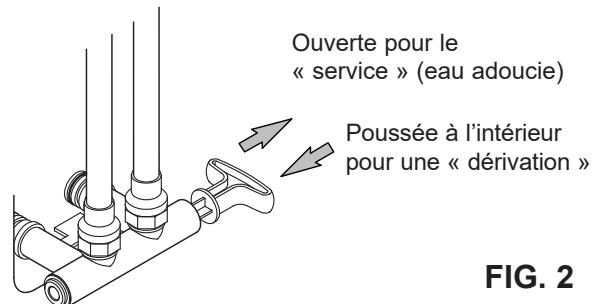

FIG. 2
1. Assurez-vous que la soupape de dérivation simple ou (la dérivation à 3 valves) soit à la position de dérivation, la manette poussée vers l'intérieur (voir la figure 2).
4. Lentement, déplacez la ou les robinets de dérivation à la position d'utilisation normale, en s'arrêtant plusieurs fois de façon à permettre à l'unité de se mettre lentement sous pression (voir la figure 2).